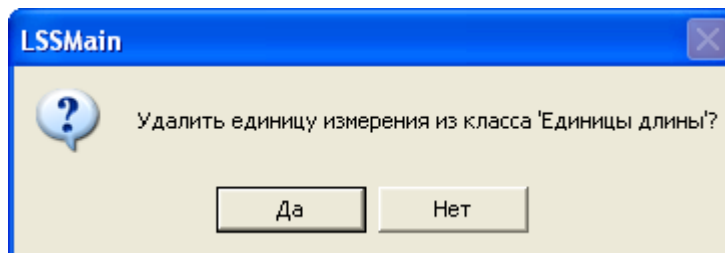

Рис. 4-24
3. В появившемся окне подтвердите удаление выбранной единицы измерения из указанного класса (рис. 4-24).